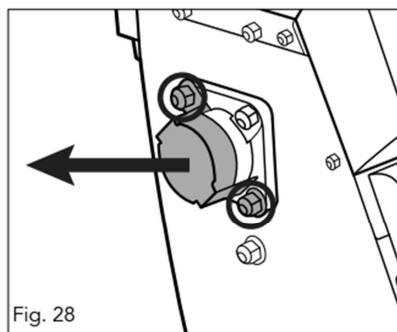

Fig. 28
3. Pour pouvoir accéder à l'arbre à lames, ôtez les 2 boulons du couvercle de l'arbre à lames (14) (fig. 28).